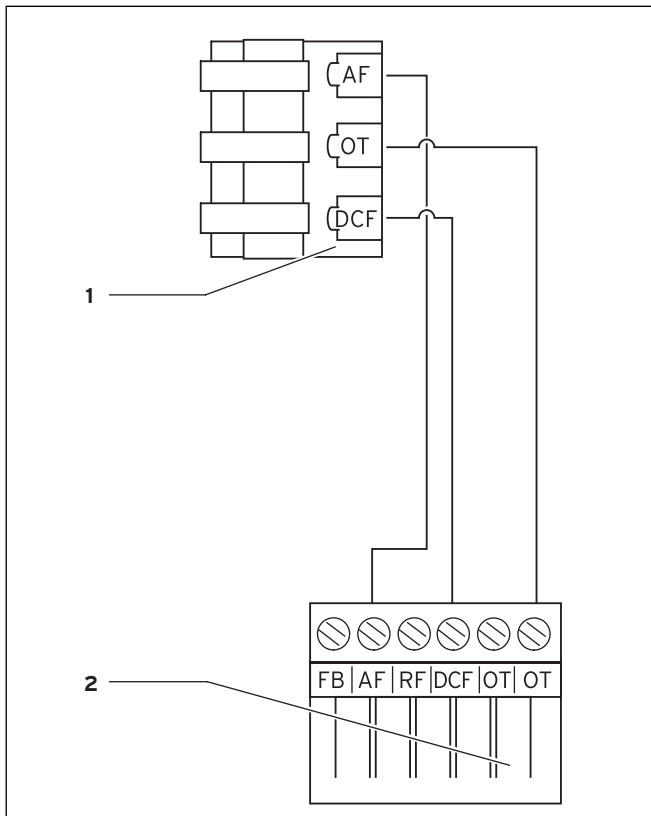

Fig. 5.3 Raccordement électrique de la sonde extérieure VRC 9535
- ⇒ Branchez le câble de raccordement au bornier de la sonde extérieure conformément à la fig. 5.3.
- ⇒ Branchez le câble de raccordement au connecteur encartable 6 pôles conformément à la fig. 5.3.